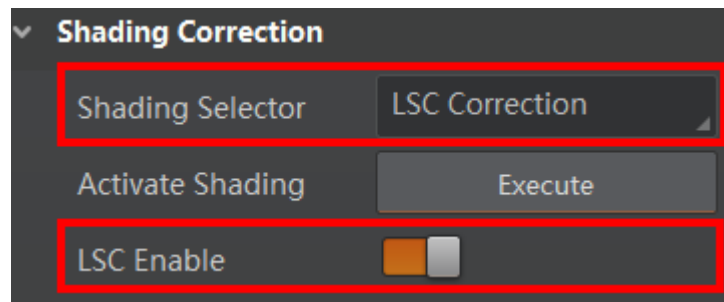

图7-47 LSC 矫正
3. 启用 *LSC Enable* 参数, 使能矫正功能, 如图 7-47 所示。